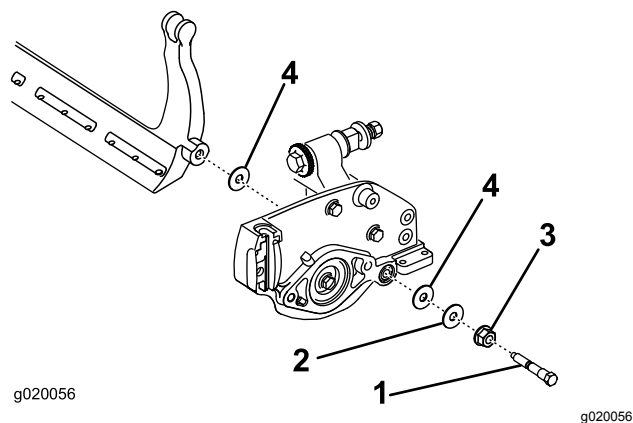

**Figura 22**
3. Desaperte a porca de bloqueio que segura a cavilha da barra de apoio, em cada um dos lados da máquina (Figura 22).
4. Remova cada um dos parafusos da barra de apoio, de modo a puxá-la e retirá-la da unidade de corte (Figura 22).